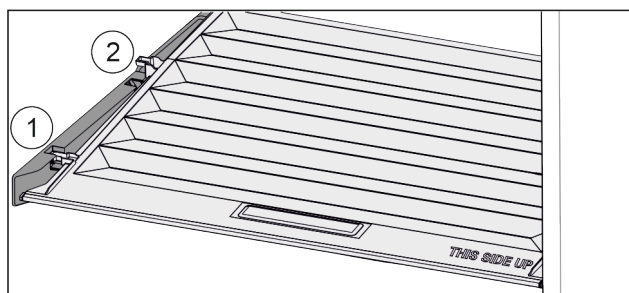

Fig. 124
- ▶ Pokrov povlecite naprej Fig. 124 (1) do odprtine v držalnih delih.
- ▶ Zadaj ga od spodaj dvignite in odstranite Fig. 124 (2) navzgor.